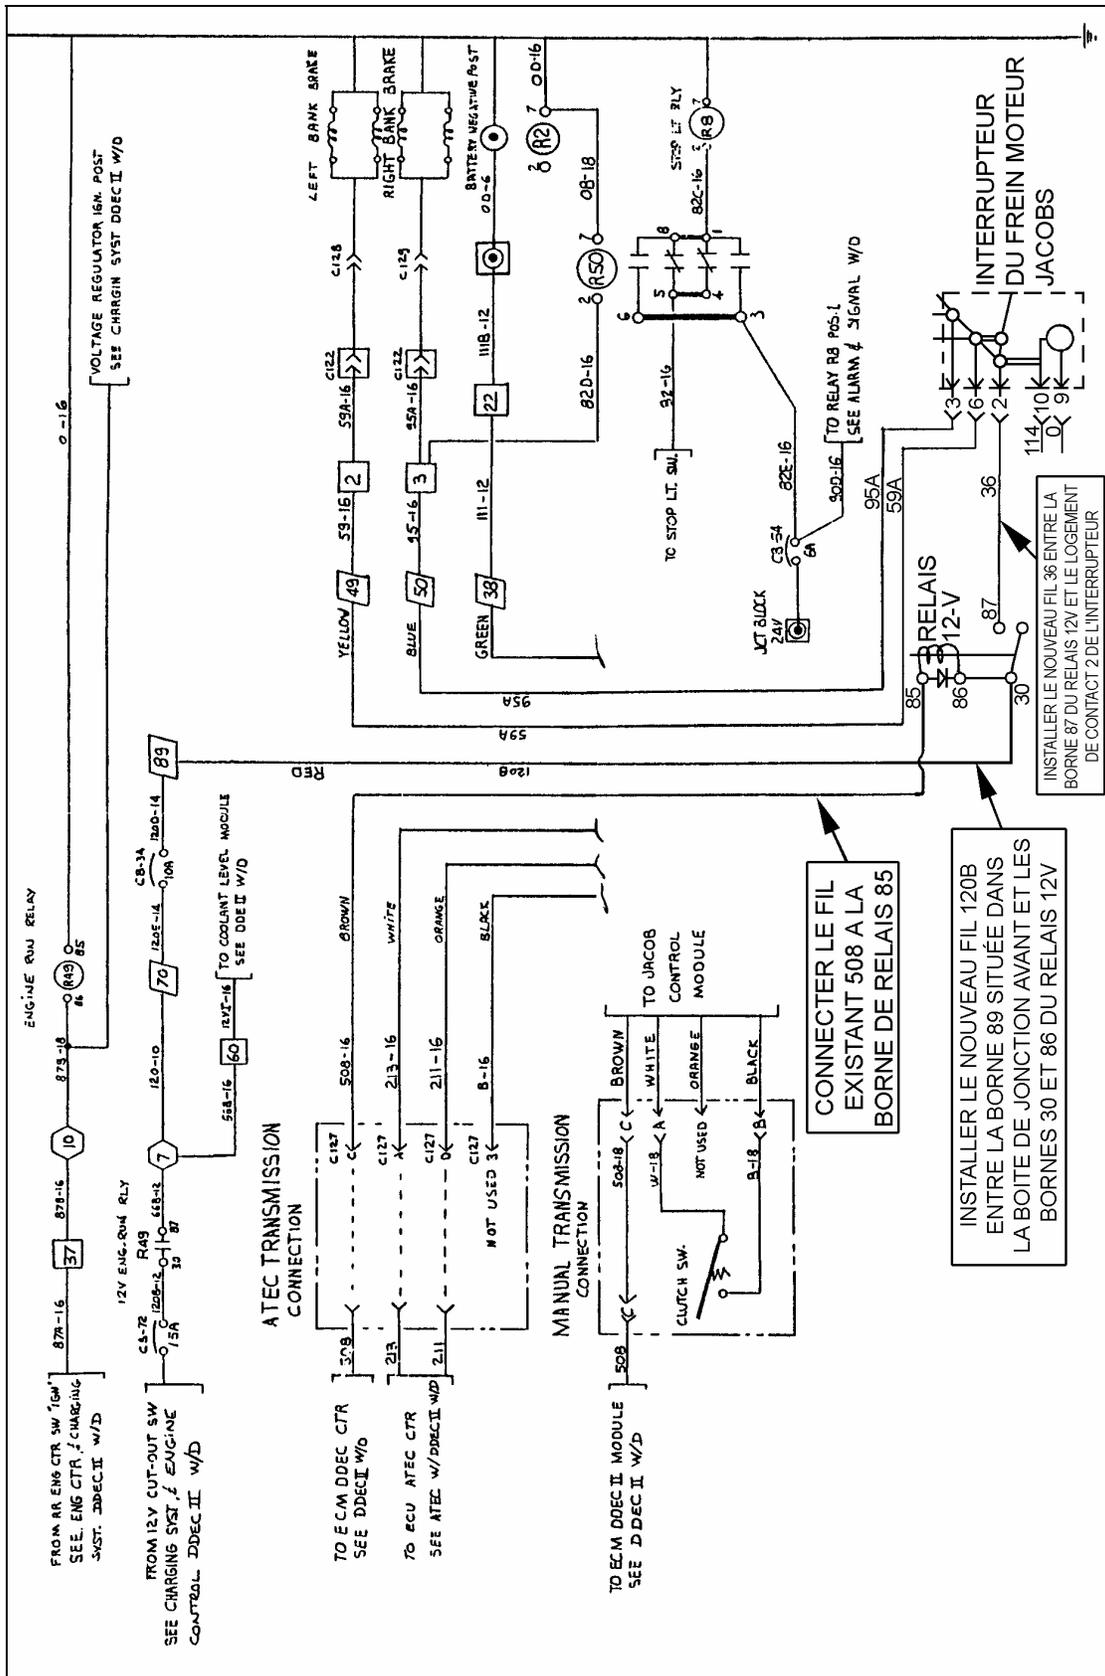

FIGURE 4
6. Effectuer les connexions requises comme cela est indiqué à la figure 4.